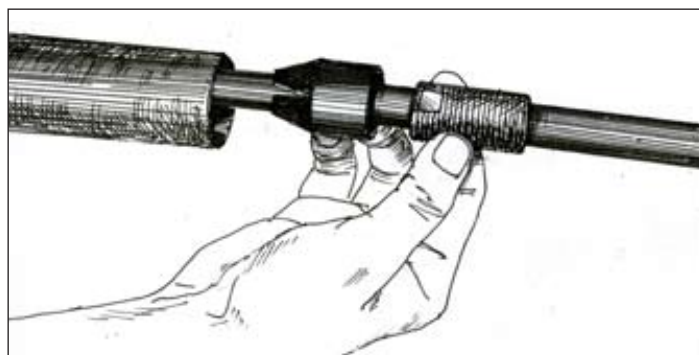

Рисунок 4.2 – Установка деталей на ОК
4.1.4 Надвинуть на вводимый ОК (рис. 4.2): трубку ТУТ 35/12; пластмассовый наконечник; втулку с наружной резьбой.